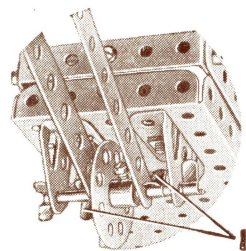

Fig. O.4a
De 14 cm stroken, die de trekstang vormen, worden op de vooras aangebracht, één aan weerszijden van het naafbuswiel. Ze worden op hun plaats gehouden door veerclips (1), zoals zichtbaar in afb. O.4a.